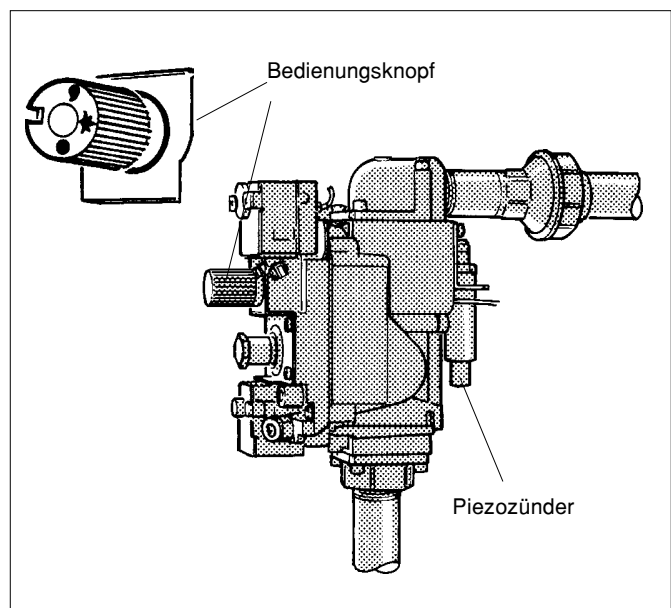

Abb. 5
- Bedienungsknopf der Gasbrennerarmatur drücken und gedrückt halten. Gleichzeitig Piezozünder (Abb. 5) mehrmals drücken. Der dadurch ausgelöste Funke zündet die Zündflamme. Bedienungsknopf nach ca.  $\frac{1}{2}$  Minute loslassen und kontrollieren, ob die Zündflamme brennt.
- Bedienungsknopf auf Symbol "Flamme" drehen, dabei leicht eindrücken (Abb. 5).